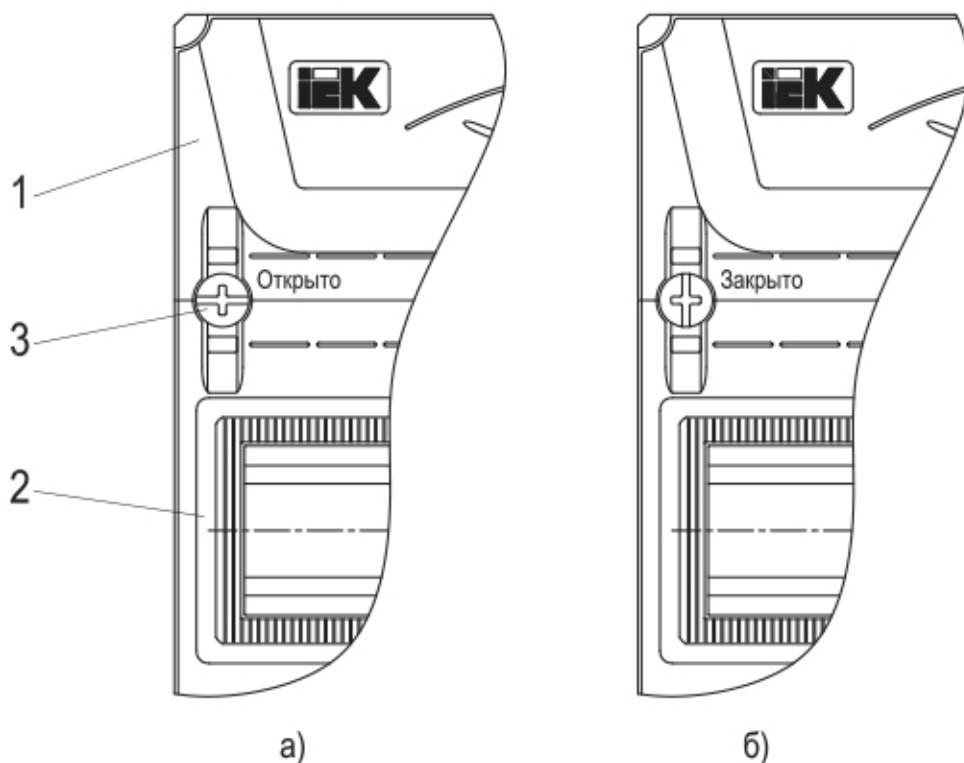

Рисунок 2 – Оперативная панель
4.5 Оперативная панель выполнена сборной, состоящей из торцевых (1) и линейных (2) модулей и крепежных клипс (3) (рисунок 2). На линейных модулях имеются окна для выхода модульной электроаппаратуры, в нижнее окно установлена заглушка (только для корпусов с двумя окнами и более).
6.1 Открыть дверь корпуса и посредством отвёртки повернуть крепёжные клипсы на оперативной панели на угол 90° (шлиц на головке клипсы должен встать параллельно Т-образной направляющей ТН35-7,5 (ГОСТ IEC 60715)), при этом панель отщелкнётся со стоек, и ее можно снять (рисунок 2а). Торцевым гаечным ключом на 10 мм открутить гайки и демонтировать из оболочки монтажную раму.